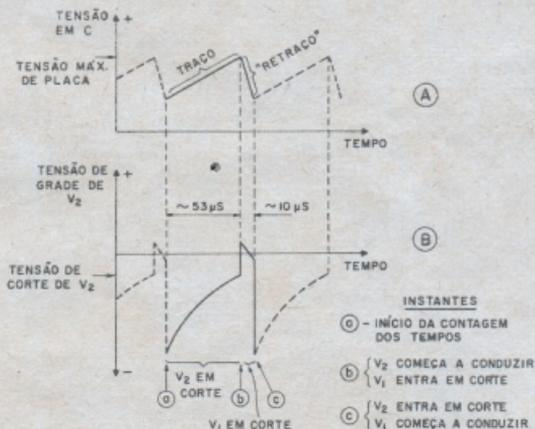

Figura 2
cuito multivibrador. Utilizam-se os dois triodos V1 e V2 de um duplo triodo tal como a 6SN7, ECC82 (12AU7) a 6CG7, etc... Tais triodos estão defasados de 180° entre si. Vejamos o funcionamento desse circuito. Consideramos o instante (a) (fig. n.º 2), como início da contagem dos tempos. Nesse instante V2 está em corte e V1 está conduzindo. O condensador C, vai-se carregando através de R_{v1} (pois V2 está em corte) o que proporciona o aumento da tensão de placa de V2, representado pela região denominada "traço" na figura 2 (A). Gradativamente com o aumento da tensão em C, e conseqüentemente na placa de V2, a tensão negativa (ou polarização) da grade de V2 vai diminuindo pelo escoamento em R_{v2}. Passados aproximadamente 53 microsegundos (instante b) a tensão de placa já mais alta, combinada com menor tensão negativa de grade, faz com que V2 comece a conduzir aumentando a corrente em R (resistor comum de catodo) e, conseqüentemente, a tensão de polarização negativa de V1, o que acarreta redução na corrente anódica de V1, implicando em aumento na tensão anódica da mesma. Esse potencial positivo, suscitado na placa de V1, é através da C, aplicada à grade de V2, pois elétrons emigrarão da grade de controle de V2 para a armadura 1 do condensador C., deixando essa grade nesse momento em um potencial positivo, o que acarreta maior corrente em V2 e em R, levando V1 ao corte. Isso tudo quase instantaneamente (instante b). Na verdade essa tensão de polarização desenvolvida em R atinge evidentemente também V2, contudo ela é amplamente sobrepujada pela tensão positiva aplicada à grade de V2 através de C, (pelo fator de amplificação de
V1). Ainda nesse instante (b) o condensador C começa a se descarregar rapidamente através de V2, proporcionando a região do gráfico da figura 2 (A) denominada "retraço".
durante a corrente de grade na armadura (1) de C_g. Tal polarização negativa leva V2 ao corte, completando o período, e iniciando outro com a nova carga de C através de R_{v1}. Devemos notar neste ponto que a carga completa de um condensador não é linear, como a região "traço" da figura 2. Contudo podemos aproveitar a parte linear da curva de carga de um condensador, carregando-o até 10% de sua carga máxima.